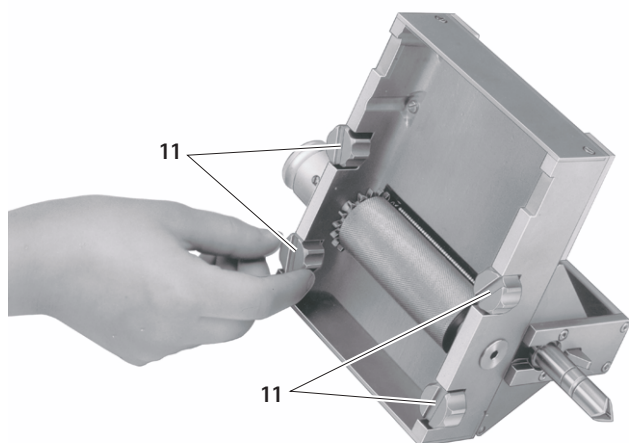

Fig. 1
- Girare il dispositivo di taglio 4 in modo che le quattro viti 11 divengano visibili, vedere Fig. 1.